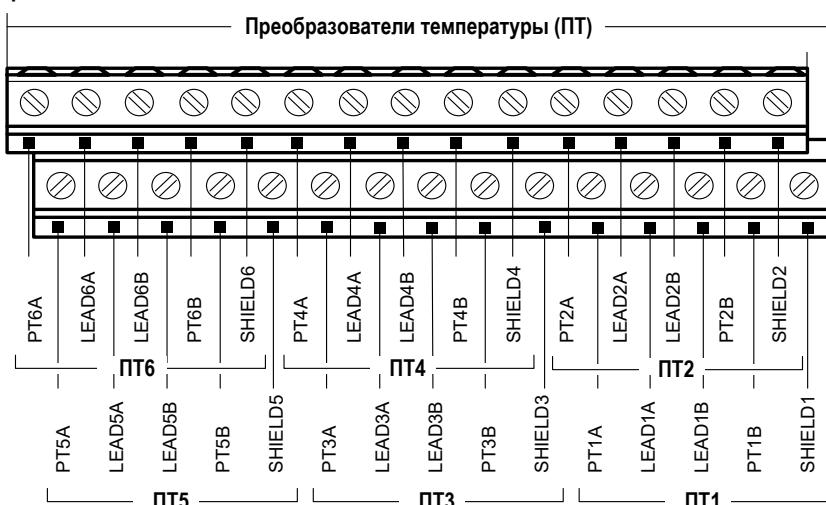

Рис.28. Обозначение коммутационных элементов подключения ПТ.
- 7.5.4.1. Входы предназначены для подключения преобразователей температуры с номинальным значением сопротивления 500 Ом и номинальным значением тока от 0,2 до 1,0 мА. Обозначение коммутационных элементов для подключения ПТ показано на рис.28.